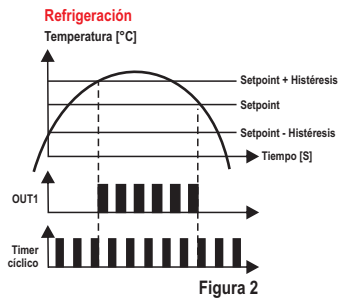

Figura 2
- **1ra. etapa unida al timer cíclico (timer inicia conectado en la energización) (F22=2):** en esta configuración el timer alterna conforme los tiempos configurados en F20 ([C01]) y F21 ([C02]). La 1ra. etapa comienza a alternar cuando la temperatura alcanza SP1 + F06 (si la 1ra. etapa estuviera configurada como refrigeración) o SP1 - F06 (si la 1ra. etapa estuviera configurada como calefacción), como muestra la Figura 2.